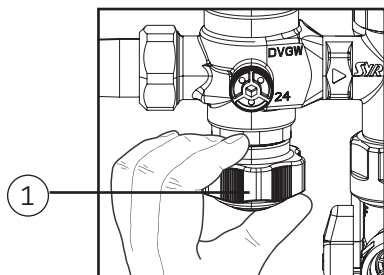
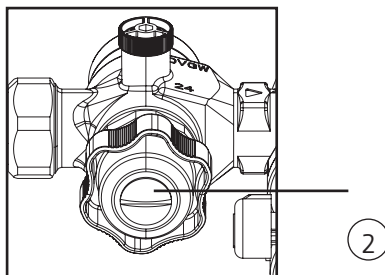

Abb. 5
Abb. 6
Die Wartung des Rückflußverhindereres erfolgt gemäß DIN 1988 1x jährlich. Der Rückflußverhinderer (RV) befindet sich im Gehäuse oberhalb des Griffs (1). Um den RV zu prüfen, drehen Sie den Griff (1) im Uhrzeigersinn bis zum Anschlag (Richtung „ZU“) (Abb. 5) und anschließend 2 Umdrehungen wieder zurück. Entfernen Sie den Stopfen (2) aus dem Griff (Abb. 6). Wenn aus der Öffnung kontinuierlich Wasser herauströpft, muß der RV gereinigt oder ausgetauscht werden.
Achtung: Sperren Sie die Armatur ab (Griff (1) in Richtung „ZU“ drehen, siehe Abb. 5) und führen Sie eine Druckentlastung durch, bevor Sie das Oberteil des Sicherheitsventils herausdrehen!